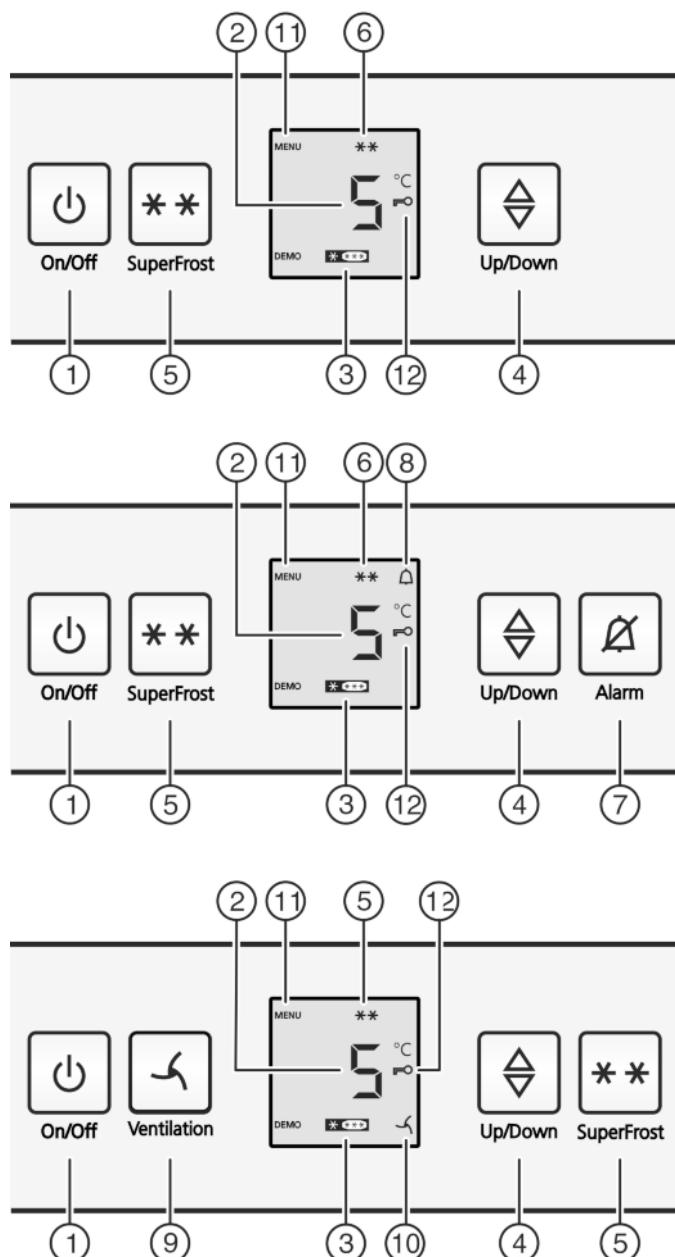

Fig. 2
- Нажать кнопку On/Off Fig. 2 (1).
- Активация режима настройки: Нажмите кнопку SuperFrost Fig. 2 (5) и удерживайте ее прим. 5 секунд.
- ▷ На индикаторе будет отображаться символ «Меню» Fig. 2 (11).
- Для подтверждения нажать и отпустить кнопку «SuperFrost» Fig. 2 (5).
- ▷ На индикаторе горит символ «Защита от детей» Fig. 2 (12).
- Нажать и отпустить кнопку On/Off Fig. 2 (1).
- ▷ Символ «Защита от детей» Fig. 2 (12) гаснет.
- Нажмите кнопку Alarm Fig. 2 (7).
Одновременно мигает индикация температуры и символ тревоги Fig. 2 (8).
Звуковой сигнал выключается автоматически, символ аварийного сигнала Fig. 2 (8) выключается и индикатор температуры перестает мигать, если температура снова становится достаточно низкой.
- Активация модуля регулировки температуры: нажмите кнопку настройки Fig. 2 (4).